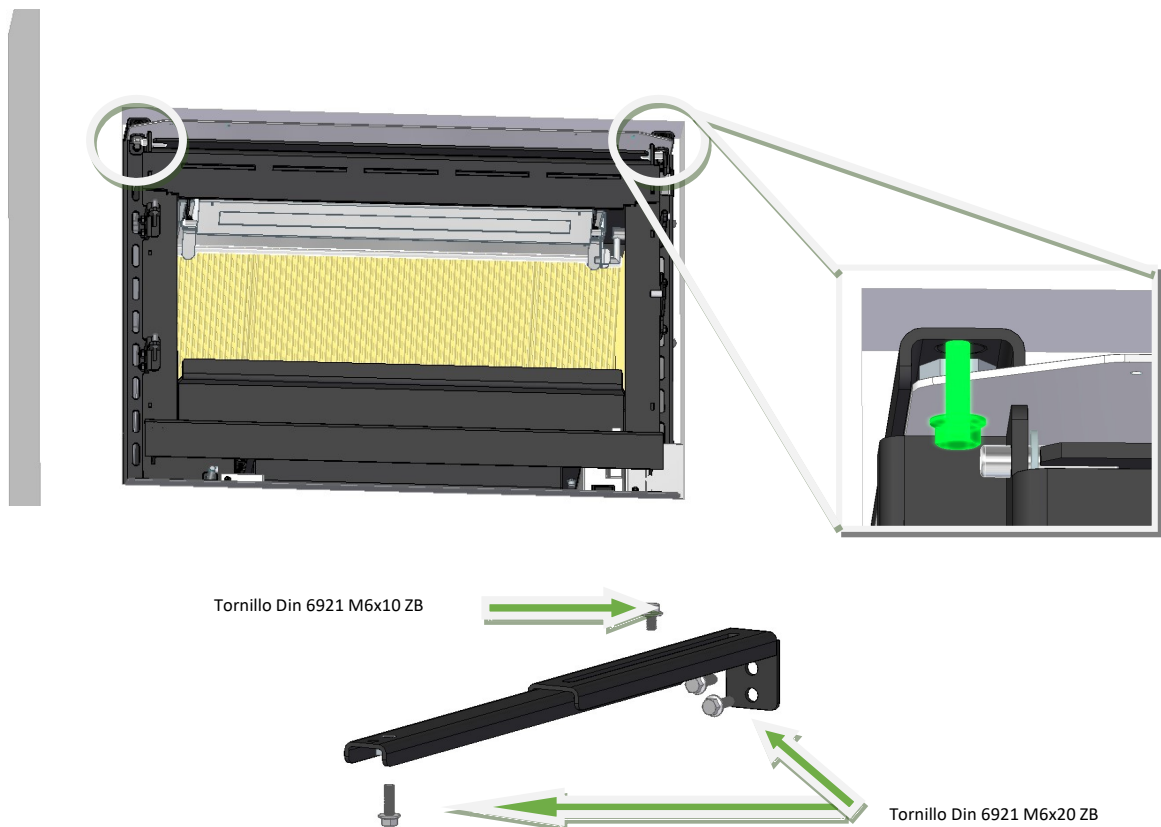

Figura 15 – Fijación del equipo a los soportes de montaje superiores con tornillos hexagonales Din 6921 M6x20 ZB y M6x10 ZB
13. A continuación, deberá fijar el equipo a los soportes superiores como se muestra en la Figura 15.